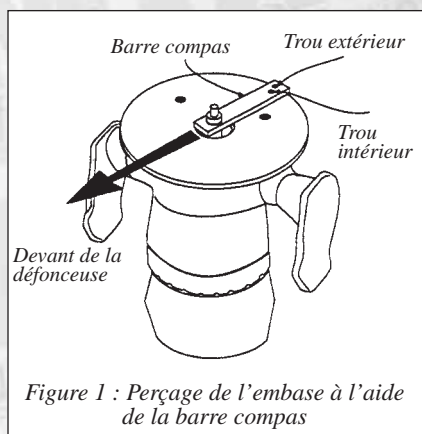

Figure 1 : Perçage de l'embase à l'aide de la barre compas
2. Retournez votre défonceuse, installez le pivot d'alignement dans son arbre (toujours à l'aide du tube de réduction fourni si nécessaire). La partie du corps du pivot diamètre 12,7 mm devant dépasser d'au moins 7 mm de la surface de la semelle. Placez la barre-compas comme montré en figure 1. Faites la tourner de façon à ce que les deux perçages de son extrémité se situent en face d'une zone en dehors de la semelle d'origine de votre défonceuse. Maintenez-la en position avec une petite presse en C. Percez alors l'embase Veritas au travers les deux trous de la barre-compas et cela de façon parfaitement perpendiculaire. Utilisez une mèche de diamètre 3/16" ou à défaut de 4,5 mm